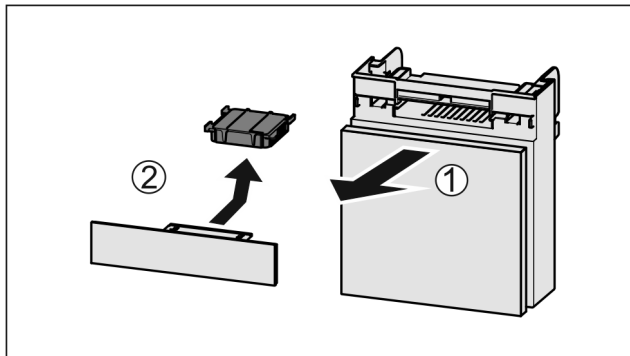

Fig. 233
- Estrarre il vano tirando in avanti Fig. 233 (1).
- Rimuovere il filtro a carboni attivi Fig. 233 (2).